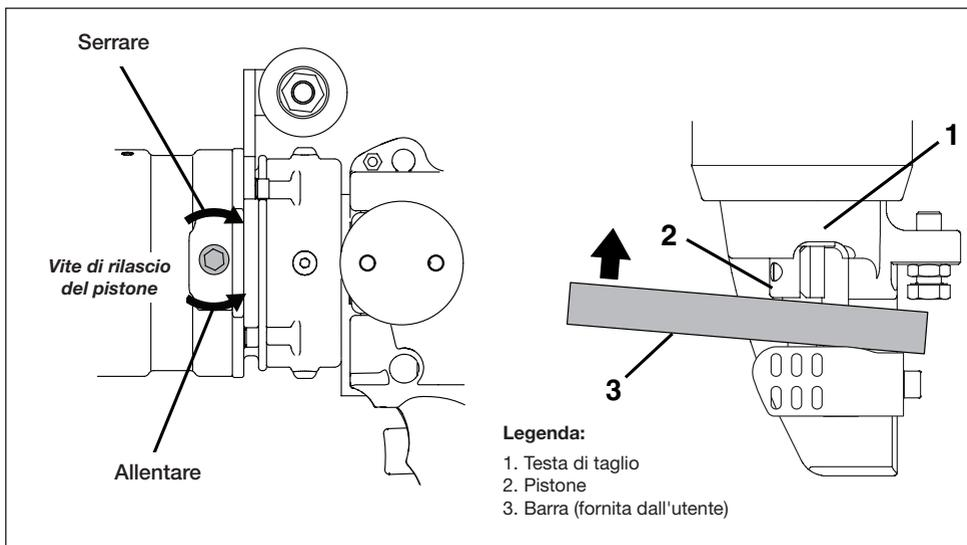

Figura 17, Procedura manuale di ritrazione del pistone
Fare riferimento ai passaggi successivi. Vedere la figura 17:
4. Utilizzando un pezzo rigido di barra di acciaio, spingere manualmente il pistone all'interno del tagliabarre fino a portarlo nella posizione home. Si veda la figura 17, elemento 3. Questo dovrebbe sbloccare la sporcizia o il materiale che ha impedito al pistone di ritornare indietro durante il normale funzionamento.
8. Pulire la parte esposta del pistone. Rimuovere gli eventuali detriti, le schegge o la sporcizia da questa zona. Si veda la figura 17, elemento 2.